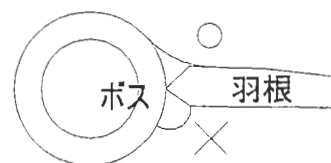

Fig. 3.4 溶接の良し悪し
5. 左右裏表交互に 2 点ずつ点溶接をした後、Fig. 3.4 のようにRがつくように本溶接をする。